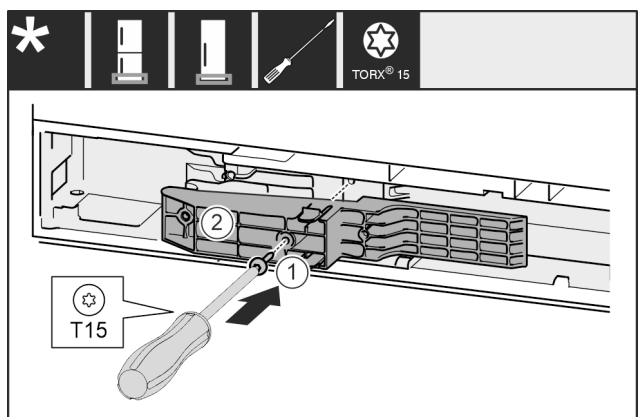

Fig. 65 *
- Adapterstück Fig. 65 (1) auf der Griffseite in die Aussparung einsetzen.*
- Schraube Fig. 65 (2) mit Schraubendreher festschrauben.*